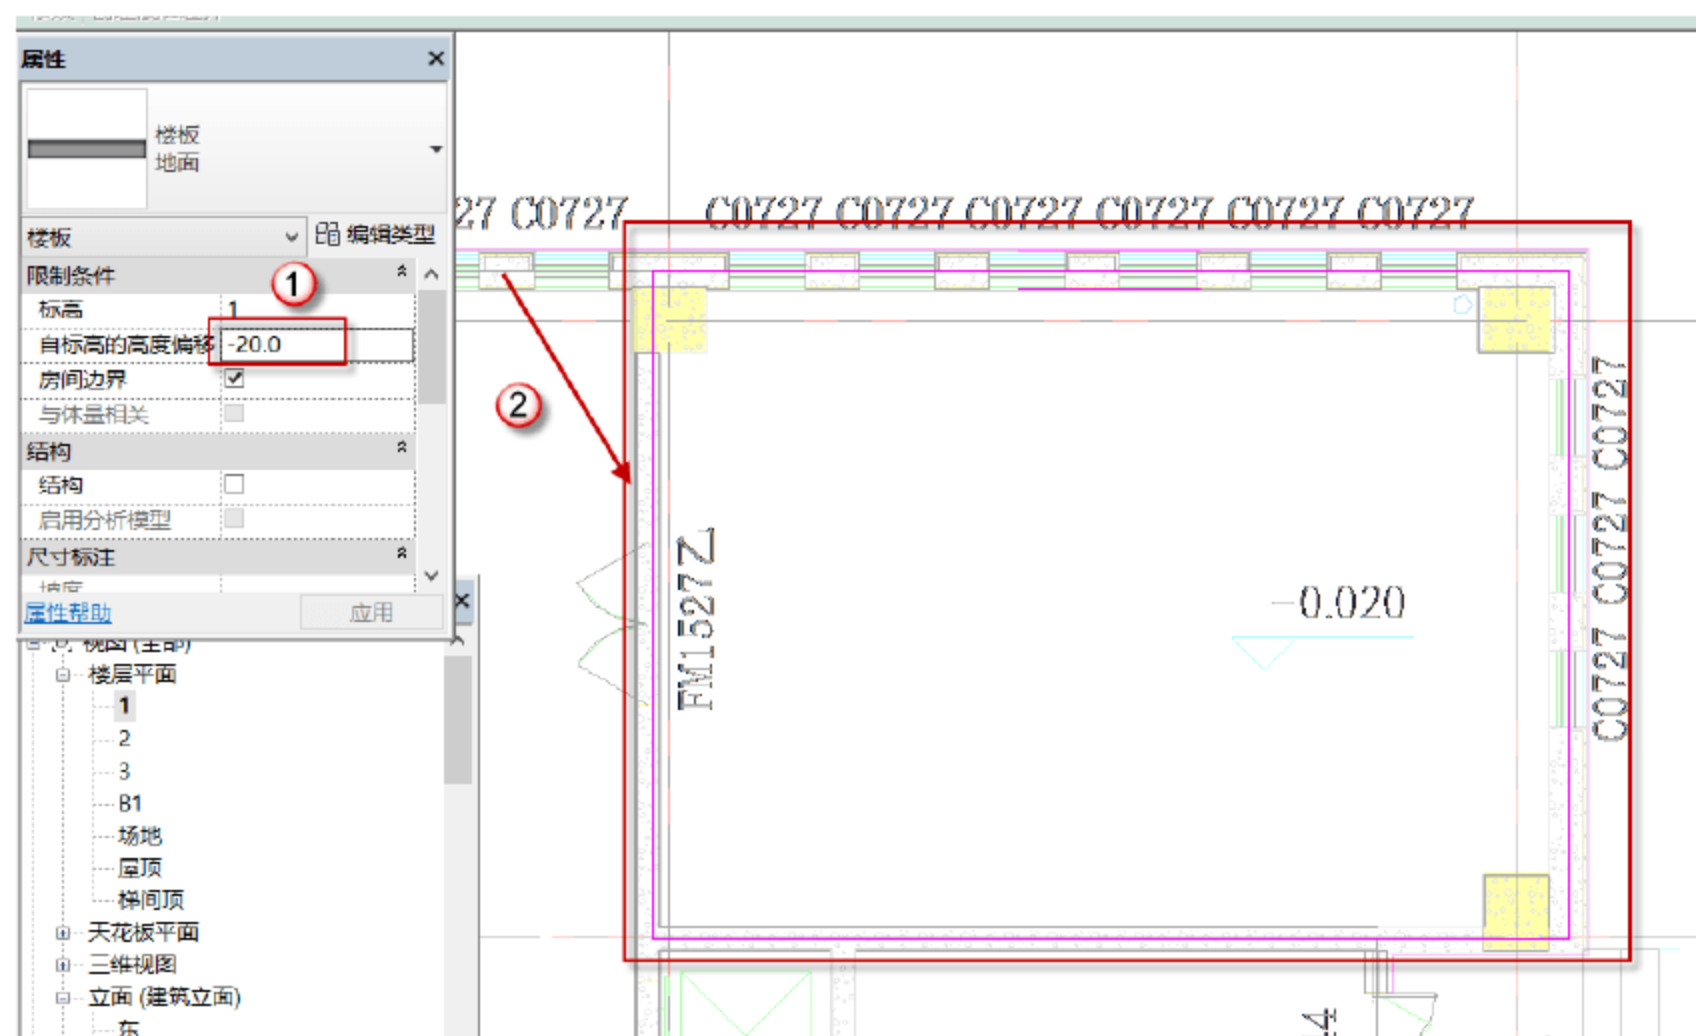

图 10.2.97 标高偏移为“-20”的“地面”部分绘制
(9) 10 轴到 11 轴之间标高偏移为“-20”的“地面”部分绘制。选择“建筑”→“楼板”→“建筑楼板”→“楼面板 1”命令，标高为“1”层，将标高改为“-20”，由于这里的板是规则的矩形，所以选用“矩形”工具绘制，绘制路径如图 10.2.97 所示，绘制完成后，单击模式选项面板下的√按钮。